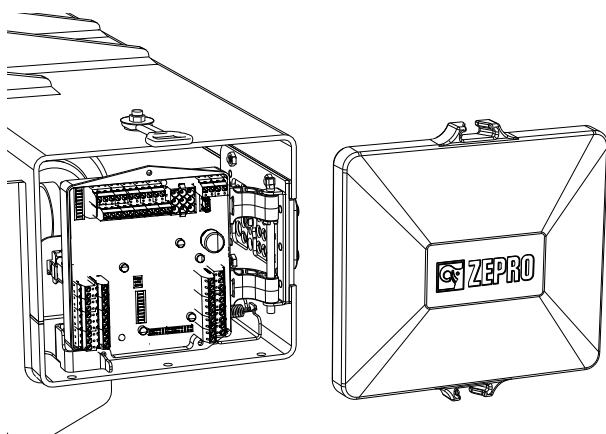

Bild 18. Demontera skyddslocket
2. Demontera skyddslocket, monterat med en gummistropp, se Bild 18.